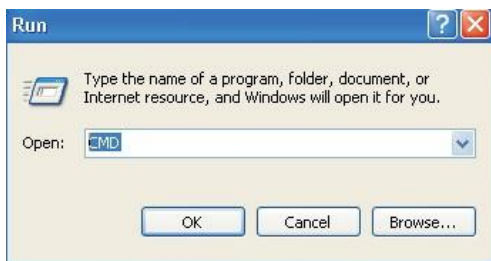

Рис. 3-4 Командное окно
- (1) Кликните <Start> (Пуск) для входа в меню [Start] (Пуск), выберите [Run] (Выполнить). Появится диалоговое окно (см. Рис. 3-4).